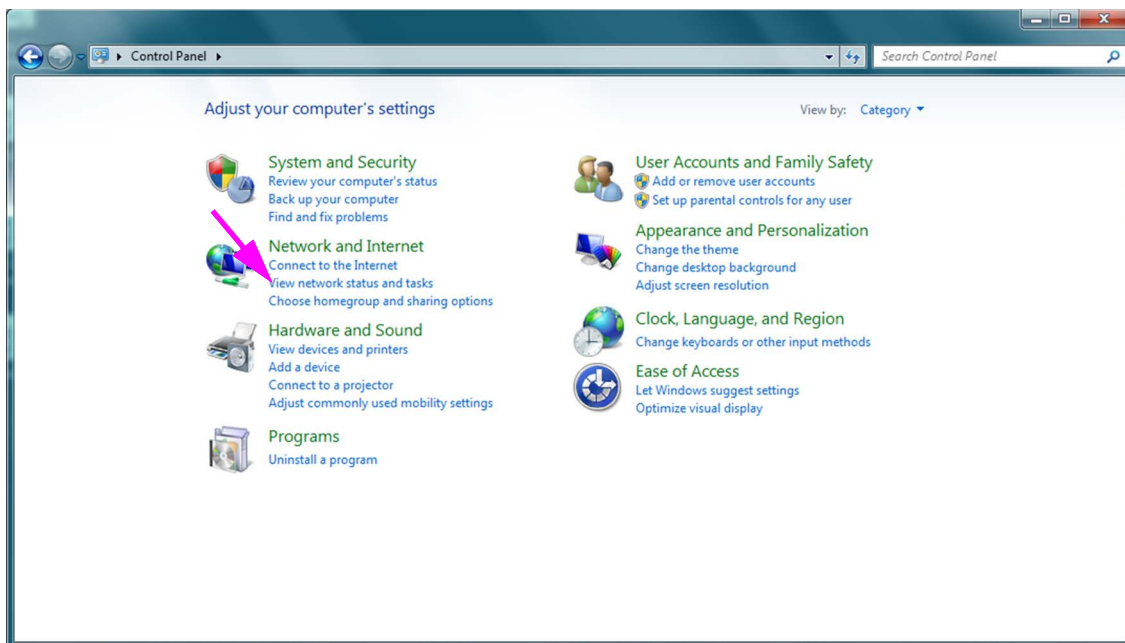

Abbildung 2-37. Fenster „All Control Panel Items“ (Alle Systemsteuerungselemente) - Kategorieansicht
3. Wählen Sie **Control Panel (Systemsteuerung)**. Wenn die Ansicht auf **Category (Kategorie)** eingestellt ist, sieht der Bildschirm wie in Abbildung 2-37 dargestellt aus.